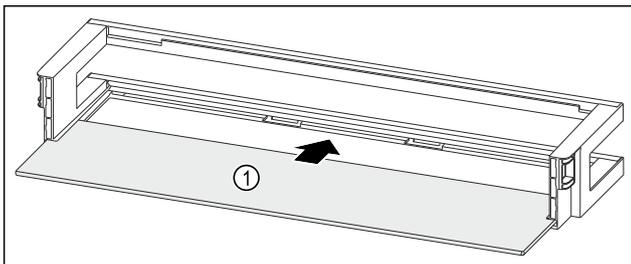

Fig. 95 Türabsteller mit Abstellfläche
- Abstellfläche Fig. 95 (1) in die seitlichen Einsparungen einschieben.